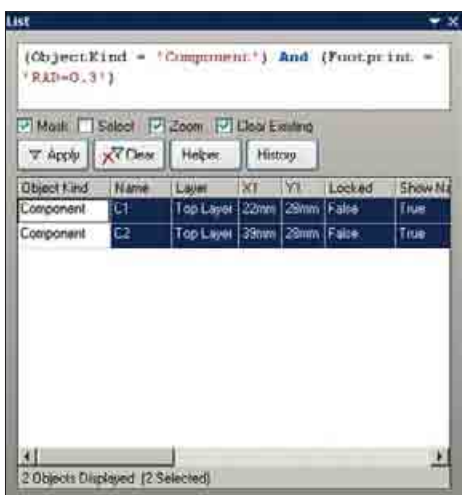

Рис. 3. Список компонентов, выделенных по заданному критерию
- Нажмем кнопку Apply (применить). На экране появится панель List (рис. 3), в верхней части которой будет показано